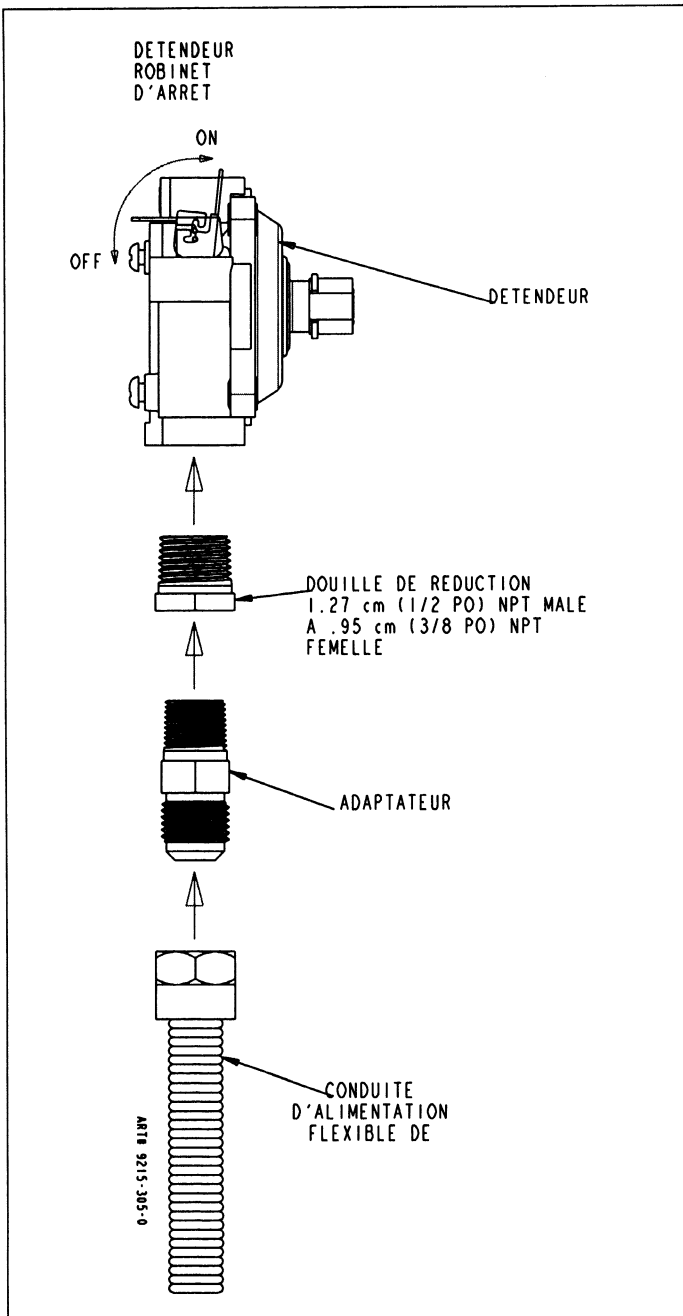

FIGURE 6
par le neutre. Dans ce cas, une installation à 4 fils est OBLIGATOIRE. Une installation à 3 fils peut être utilisée si les codes locaux le permettent. UTILISER DES CONDUCTEURS EN CUIVRE OU EN ALUMINIUM. Le bornier est prévu pour des conducteurs en cuivre ou en aluminium. Si un cordon d'alimentation flexible est exigé, il est recommandé de ne pas utiliser de cordon d'une longueur supérieure à 4 pi. Si un cordon d'alimentation flexible est exigé, il est recommandé de ne pas utiliser de cordon d'une longueur supérieure à 4 pi. Réaliser les connexions tel qu'indiqué ci-dessous en se référant aux illustrations appropriées (voir les figures 6 et 7). Une fois l'installation effectuée, vérifier que toutes les connexions n'ont pas de jeu et remettre tous les couvercles.
12. Si du câblage nu en aluminium ou en cuivre est utilisé, attacher les cosse d'adaptation tel qu'indiqué à la figure 6. (Voir Connexion à fils nus). Les couples sont indiqués ci-dessous.